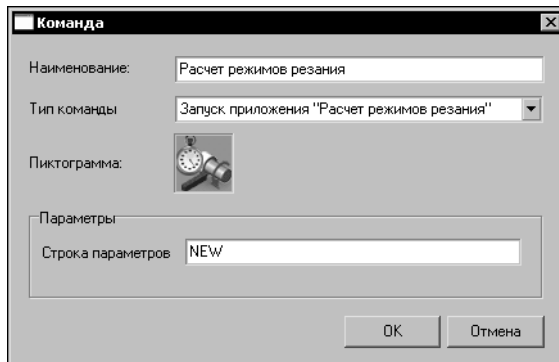

Рис. 18.11. Вид окна **Команда** для кнопки **Расчет режимов резания**
3. В зависимости от выбранного типа команды в окно добавится перечень дополнительных параметров, которые нужно ввести (выбрать из раскрывающегося списка) для правильной работы команды. Например, для типа команды «Запуск приложения «Расчет режимов резания»» может быть указана строка параметров (рис. 18.11). Еще раз напомним, что все типы команд и их параметры, реализованные в базовой настройке ВЕРТИКАЛЬ, подробно рассмотрены в подразделе 18.5.2.